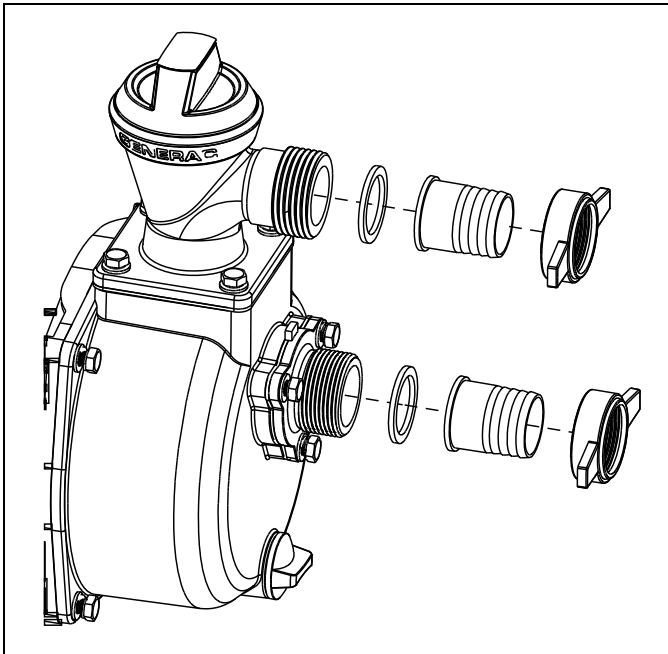

Figure 4-6. Fixation d'un joint et d'un raccord cannelé
1. Vissez un joint et un raccord cannelé à chacune des brides taraudées, puis fixez-les à l'aide d'un écrou de tuyau (Figure 4-6).